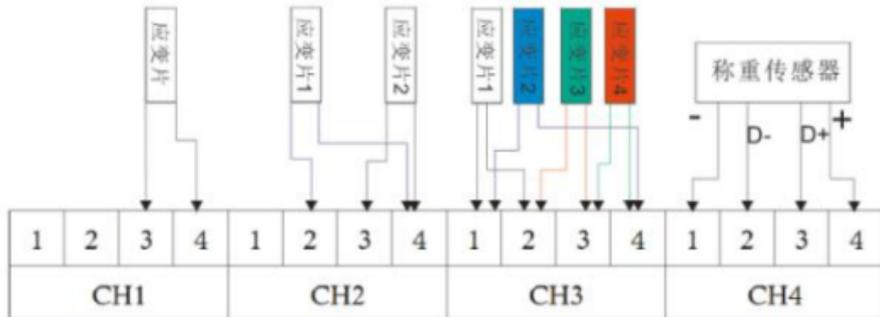

图 4 应变片接线图
- i. 1/4 桥：应变片接至端口 4 和端口 3。图 4 中以 CH1 通道为例说明。
- ii. 1/2 桥：应变片 1 接至端口 2 和端口 4，应变片 2 接至端口 3 和端口 4。图 4 中以 CH2 通道为例说明。
变片 3 接至端口 2 和端口 3 ,应变片 4 接至端口 3 和端口 4。图 4 中以 CH3 通道为例说明。
iv. 在称重模式中，称重传感器的接线方式为：称重传感器：称重传感器的电源正极接端口 4，D+接端口 3，D-接端口 2，电源负极接端口 1。图 4 中以 CH4 通道为例说明。